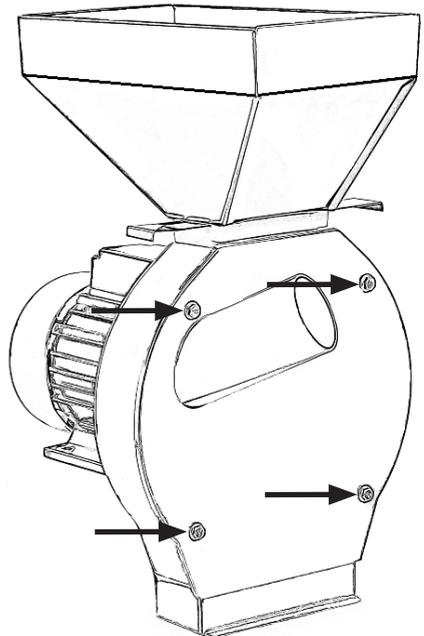

Fig. 9
1. **Retirer le tamis prémonté :** Desserrez les quatre écrous à oreilles sur les vis longues (voir fig. 9 et 10).